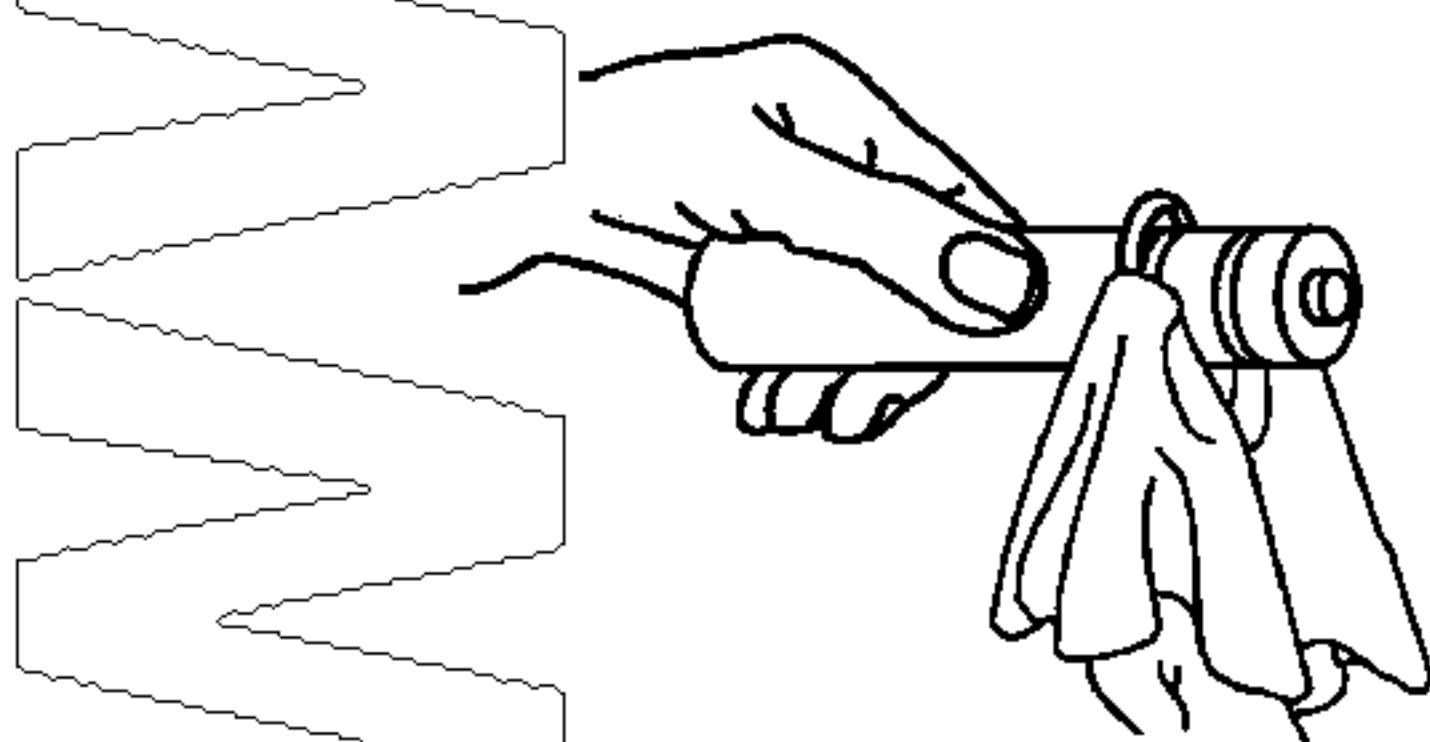

Рис. 6. Снятие кольцевого уплотнения
- Удалите кольцевые уплотнения с плунжера крана, для этого возьмите в одну руку деталь, а в другую руку сухую тряпку и сдавите кольцевое уплотнение, сдвигая его вверх. Когда образуется петля, схватите кольцевое уплотнение другой рукой и выкатите его из канавки, а затем скатите с детали (Рис. 6).